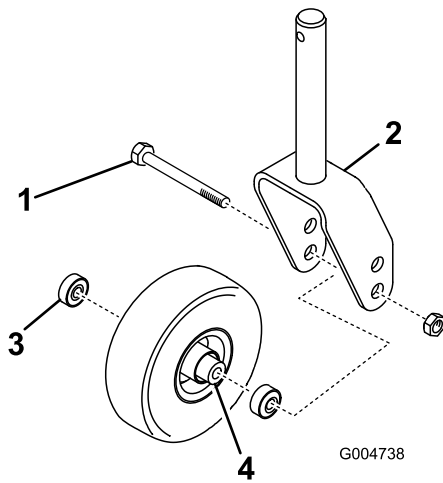
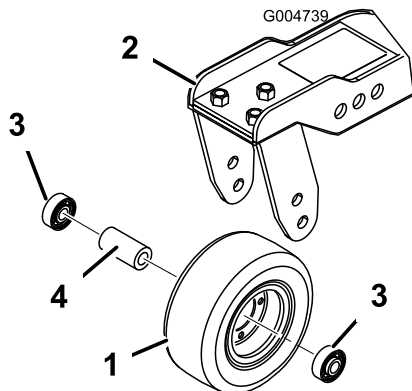

Bild 90
Bild 91
1. Entfernen Sie die Sicherungsmutter von der Schraube, mit der das Laufrad zwischen der Laufradgabel (Bild 90) oder dem Laufradgelenkarm (Bild 91) befestigt ist.
2. Entfernen Sie das Lager aus der Radnabe und lassen das Lagerdistanzstück herausfallen (Bild 90 und Bild 91).